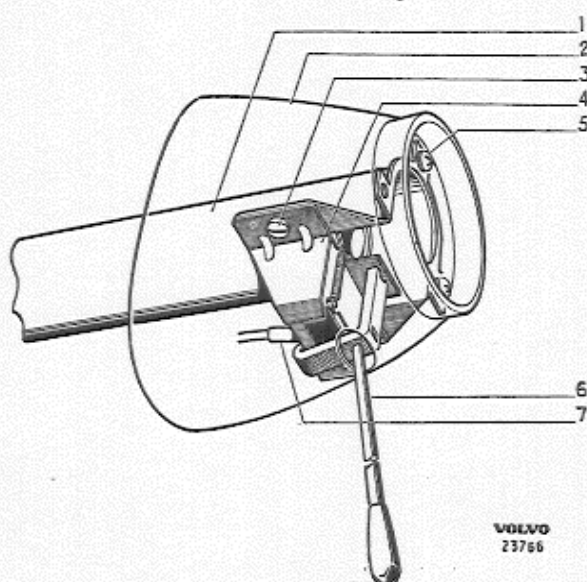

Abb. 99 Blinkerschalter
2. Die drei Schrauben (5, Abb. 99) für die Befestigung des Gehäuses an der Lenksäule entfernen, und das Blinkerschaltgehäuse abnehmen.